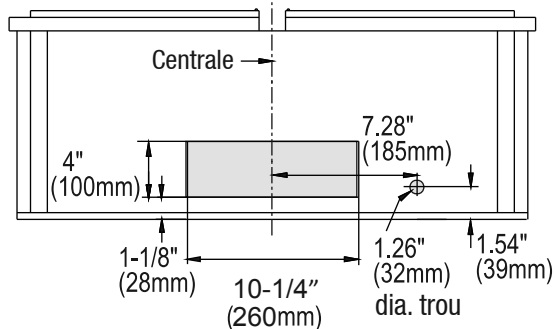
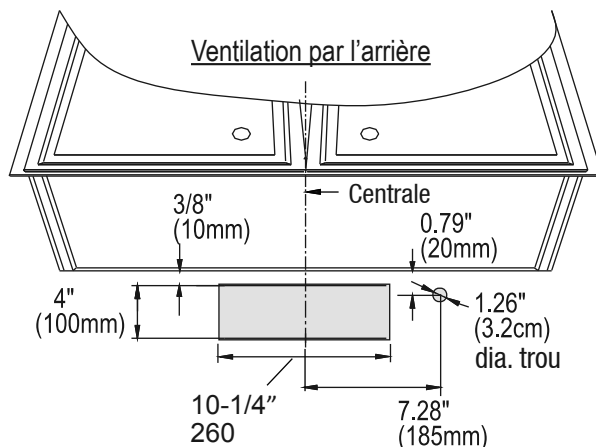

Fig.3
Fig.4
- Déterminer si votre système de ventilation existant évacue l'air par le haut ou par l'arrière. Veiller à ce que les ouvertures dans l'armoire ou dans le mur pour le clapet et pour l'accès à l'électricité soient à des endroits appropriés et sont de tailles appropriées. Voir la Fig. 3 si votre ventilation est par le haut ou voir Fig.4 si elle est par l'arrière.